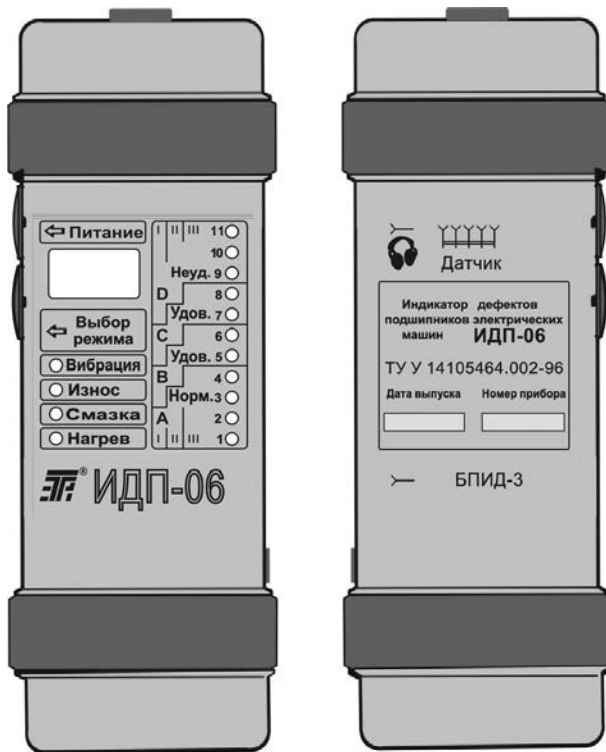

Рис. 4.1
4.1 Конструкция индикатора (рис. 4.1, 4.2).
2) присоединить блок питания к индикатору (см. рис. 4.1);
7.1.1 Подключить к индикатору датчик вибрации (см. рис. 4.1, 4.2).
7.4.1 Подключить к индикатору датчик температуры (см. рис. 4.1, 4.2).